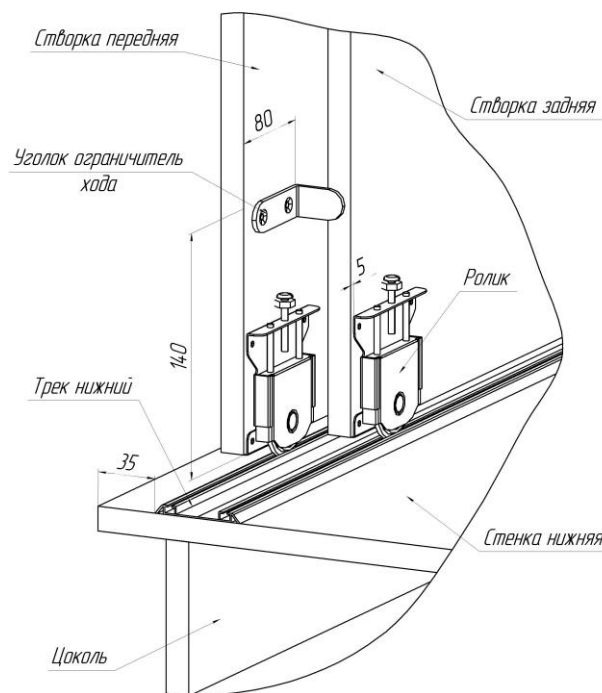
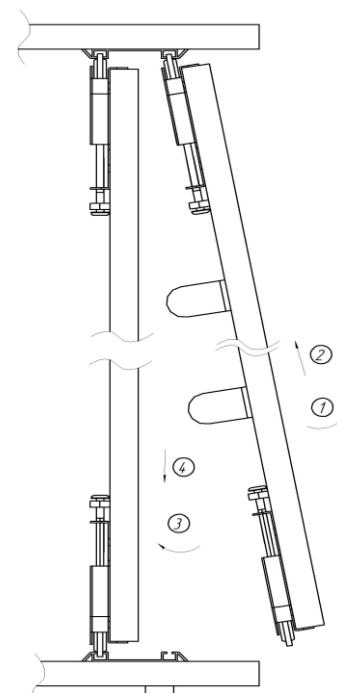

Рис. 1. Схема установки роликов и уголка ограничителя хода
Рис. 2. Схема установки створки
На обратную сторону створок (1) прикрутить ролики (31) (4 шт. на одну створку отступив 5 мм от края длинной стороны), используя саморезы (35) (см. рис. 1). На обратную сторону передней створки установить уголки – ограничители створок (39, возможна модификация) (сверху и снизу) со стороны, противоположной ручке, отступив 80 мм от края длинной стороны и 140 мм от края короткой стороны (согласно схеме установки уголка). К створкам (1) прикрутить ручки (34) саморезами (36), используя шайбы декоративные (41). Навесить створки (1) согласно схеме установки створки (см. рис. 2). Установить в шкаф штангу (21).